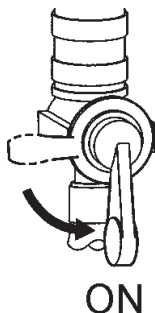

Figure 11. Levier de robinet à essence en position «ON»
1. Positionnez le **levier de robinet à essence** (figure 11) à la position «ON».